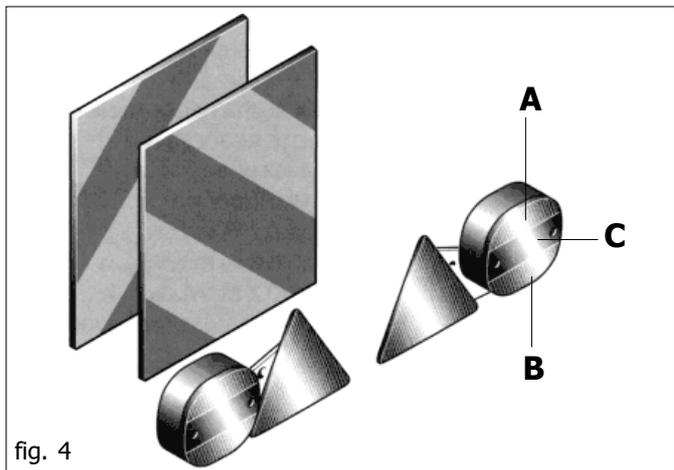

fig. 4
- 35) Qualora gli ingombri costituiti da attrezzature portate o semiportate occultino la visibilità dei dispositivi di segnalazione e di illuminazione della trattrice, questi ultimi devono essere ripetuti adeguatamente sulle attrezzature, attenendosi alle normative del codice stradale in vigore nel relativo paese. Accertarsi, quando in uso, che l'impianto luci sia perfettamente funzionante. Si rammenta inoltre che la corretta sequenza segnaletica dei fanali prevede (Fig. 4):